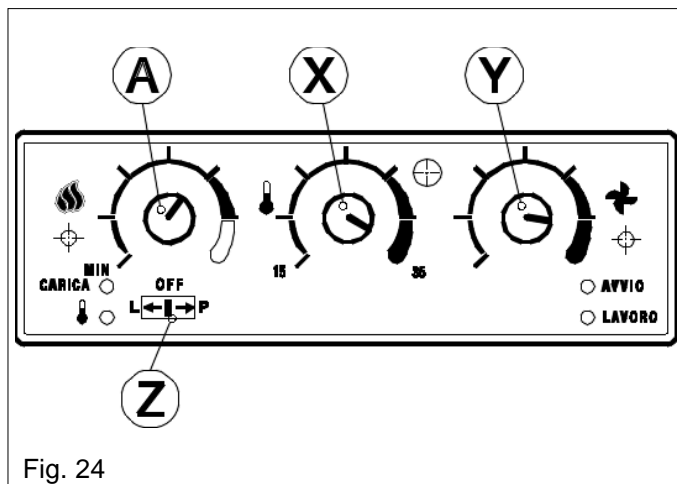
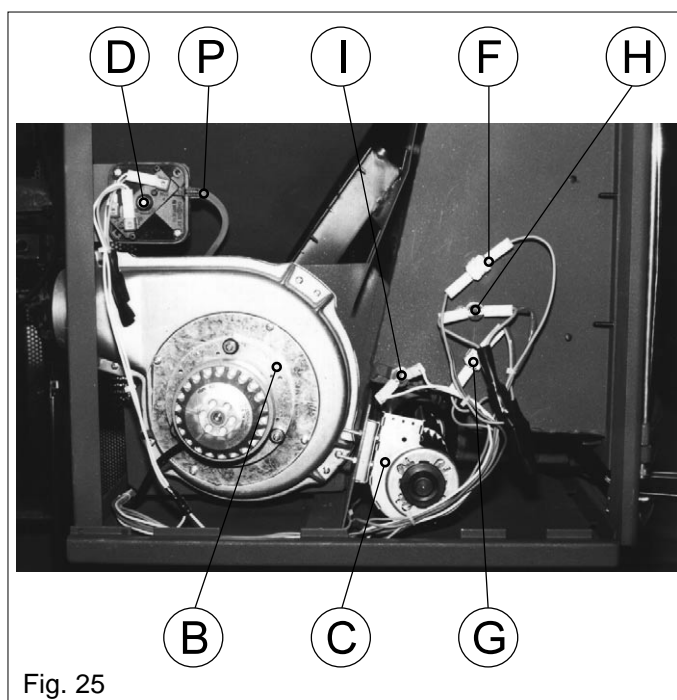

Fig. 24
Fig. 25
- 1.1) Avviene semplicemente portando l'interruttore (Z) (Fig. 24) da posizione OFF a (P) (PELLET).
#### 2.2) VENTILATORE ESPULSIONE FUMI (B) Fig. 25
#### 2.3) VENTILATORE RISCALDAMENTO AMBIENTE (C) Fig. 25
Si avvia quando la struttura della stufa è calda mediante un termostato N.A. (chiusura contatti a 46° C) che avvia il ventilatore. È possibile variare la velocità di rotazione agendo sul pomello destro ventilatore (Y) (Fig. 24), da un MIN a un MAX, con sei velocità di rotazione.
#### 2.4) PRESSOSTATO (D) Fig. 25
#### 2.5) TERMOSTATO VENTILATORE ESPULSIONE FUMI (F) Fig. 25 Tarato a 46° C - N.A.
Un primo termostato (tarato a 46° C) N.A. (G) Fig. 25, avvia il ventilatore quando la temperatura del focolare supera i 46° C e lo spegne quando ne scende al di sotto.
Un secondo termostato (tarato a 100° C) N.A. (H) Fig. 25, avvia il ventilatore alla massima velocità in presenza di temperature elevate nel focolare.
## 2.7) TERMOSTATO DI SICUREZZA CON RIARMO MANUALE (I) Fig. 25
- Il pressostato (D), oltre al collegamento elettrico rileva la depressione del condotto fumi attraverso un tubicino di plastica collegato al condotto di aspirazione fumi (E) posto sul retro della stufa e l'innesto negativo (P) del pressostato.
- Il **termostato ambiente**, pomello (X) (Fig. 24) provvede a variare il caricamento degli ovuli secondo necessità, e un circuito di termostatazione provvede a fare funzionare il generatore al regime minimo qualora venga raggiunta la temperatura ambiente impostata con il pomello (X).